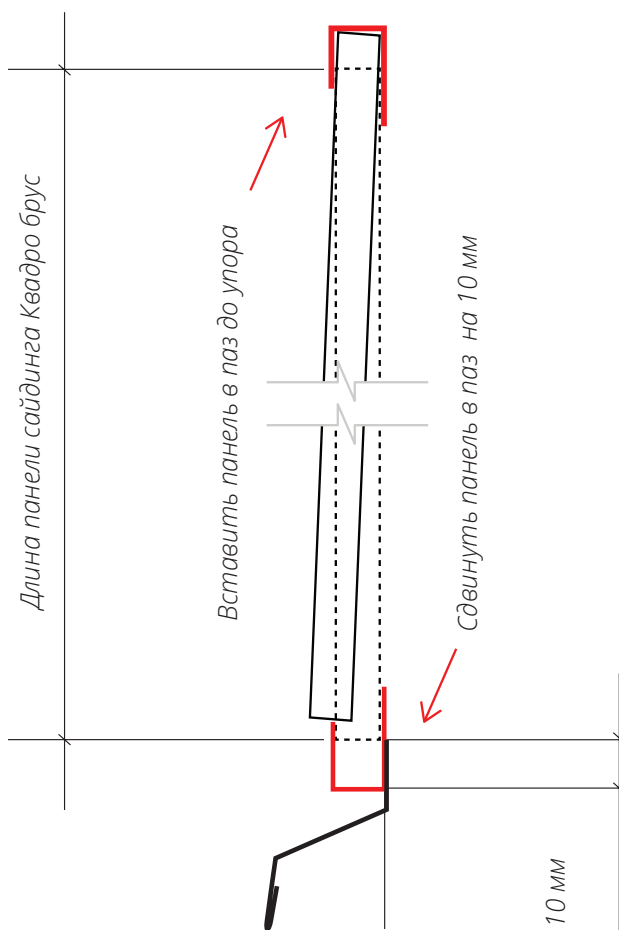

Рис. 22
■ Подготовьте панели таким образом, чтобы, когда один край панели 3 заведен до упора в паз J-профиля 2 сверху, второй край можно было завести в паз J-профиля 1 снизу (рис. 22).